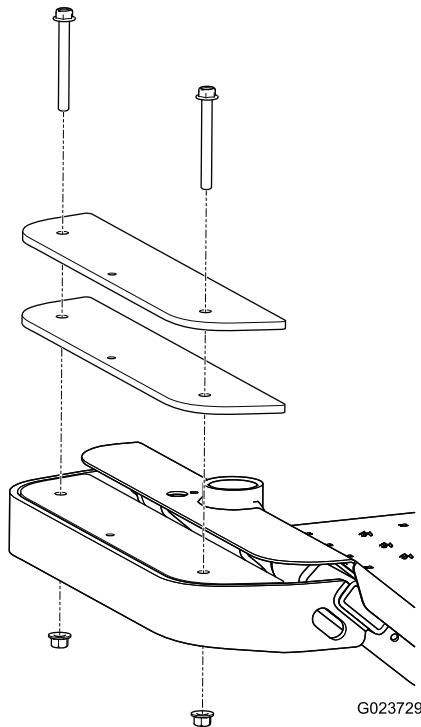

Figura 12
1. Retire os 2 parafusos e as 2 porcas que prendem os pesos existentes na frente da máquina (Figura 12).